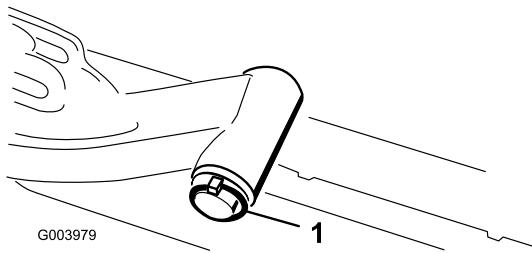

Figura 9
- A. Retire el pasador de seguridad y la arandela que fijan el eje pivotante del brazo de elevación al brazo de elevación, y deslice el eje pivotante fuera del brazo de elevación (Figura 9).
- C. Introduzca el eje del brazo de elevación en el brazo de elevación y fíjelo con la arandela y el pasador de seguridad (Figura 9).